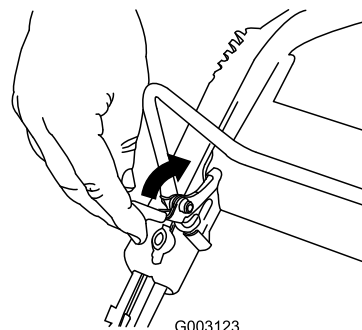

Figure 18
1. Tirez le verrou de la barre de commande en arrière (Figure 18).